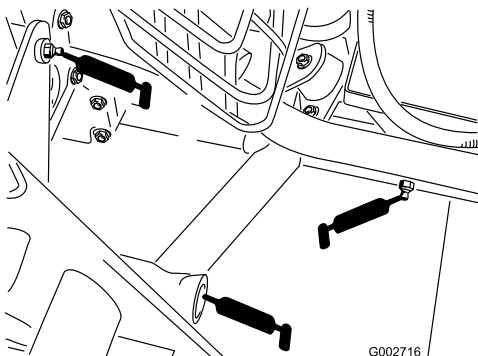

Figura 23
- Engate traseiro (5) (Figura 23)